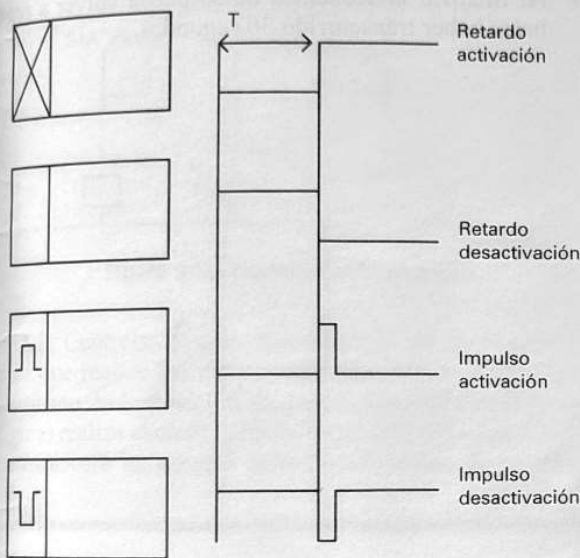

Figura 3.10. Símbolos de temporizadores y diagrama de funcionamiento.
- **Retardo de desactivación:** Al recibir tensión cierra los contactos y permanecerá en esta posición durante el tiempo fijado (Figura 3.10).